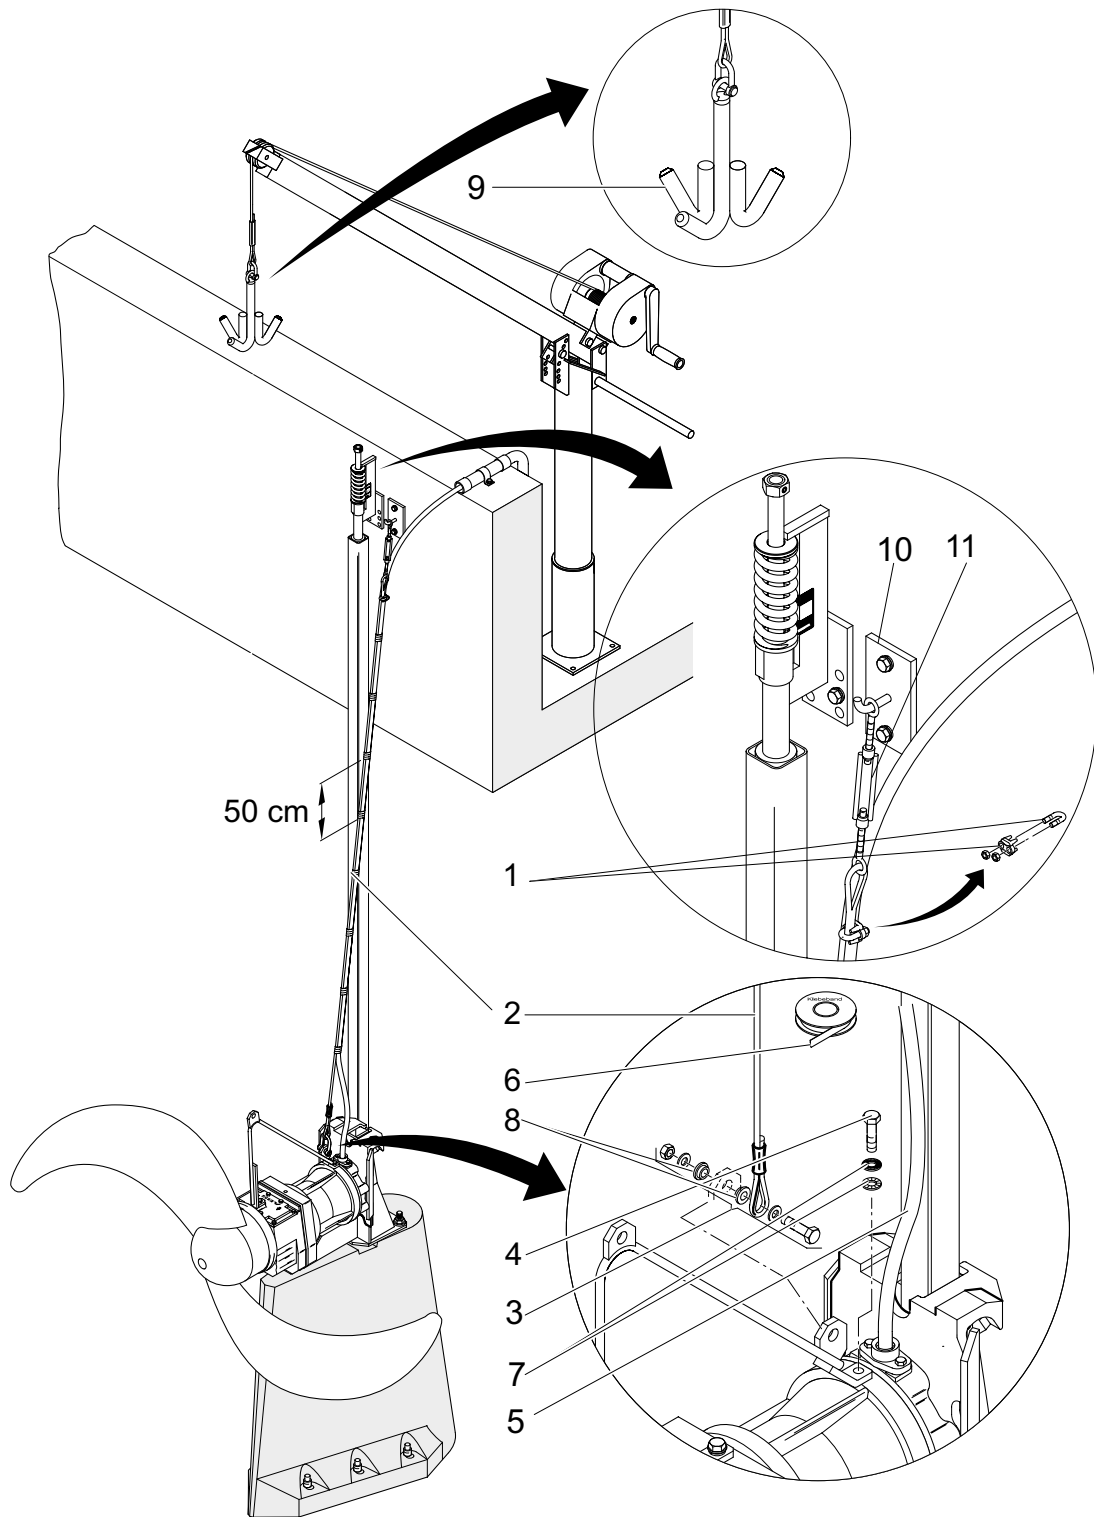

Fig.14 Montaggio dello scarico trazione del cavo
- Dopo di ciò, il cavo di collegamento del motore andrà fissato alla fune in acciaio inox con lo speciale nastro adesivo accluso (14/6), alla distanza di risp. **ca. 50 cm**, come da Fig. 14.
- Il cavo di collegamento del motore è collegato correttamente alla fune in acciaio inox, e allentato in modo che non possa pendere, né essere afferrato dall'elica? (vedi Fig. 14, Capitolo 5.6).